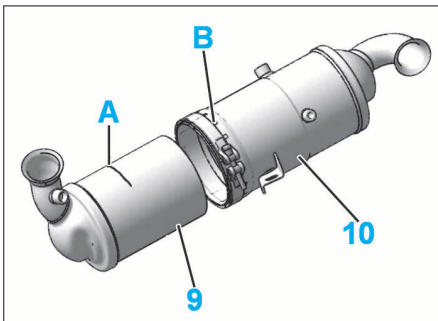

FIG. 55
- positionner la rainure (A) du filtre à particules (9) au centre des rainures (B) (point dur) du catalyseur (10) (Fig.55).